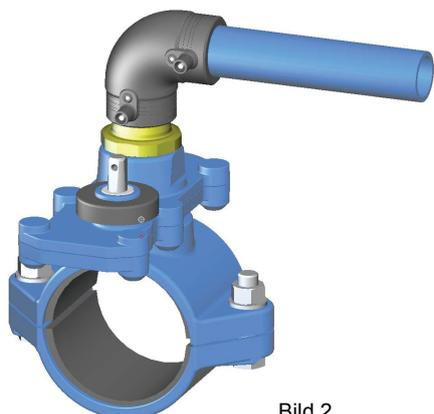

Bild 2
8. Den Elektroschweisswinkel ausrichten und das zur Schweißung vorbereitete PE-Rohr einstecken (Bild 2).